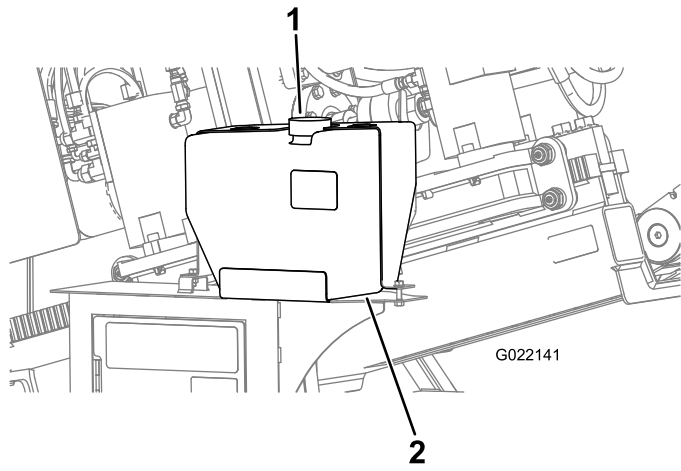

Figura 153
- D. Retire el tapón del depósito de anticongelante de la bomba de fluido de perforación (Figura 153).
E. Asegúrese de que el depósito está lleno de anticongelante (Figura 153).
- C. Añada anticongelante al depósito según sea necesario (Figura 153).
5. Instale el tapón del depósito de anticongelante (Figura 153).